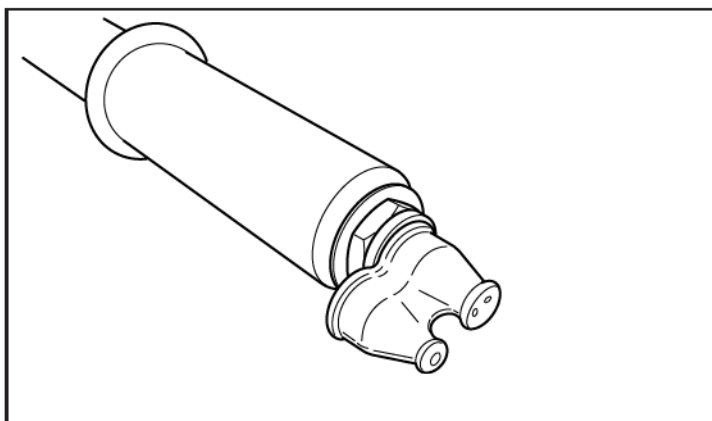

Figure 8. Installation d'embout de pompe
1. Déterminez le motif de pulvérisation voulu. L'embout a une option à un seul trou pour un motif à jet ou une option à deux trous pour un motif en éventail. Voir la figure 8.